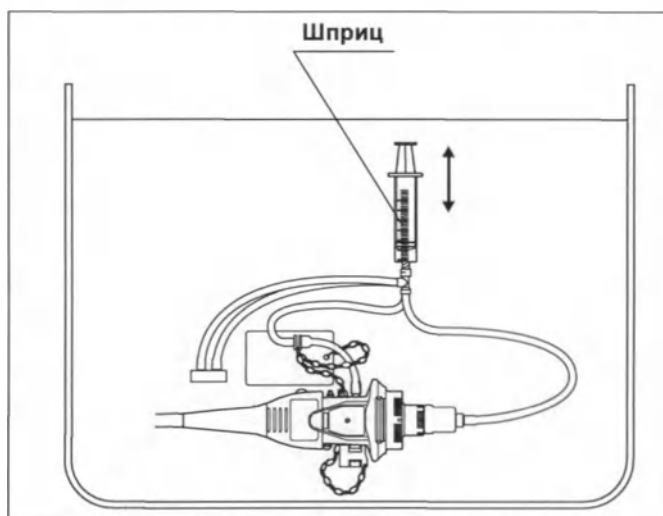

Рисунок 5.65
- 6 Полностью погрузив шприц в раствор дезинфицирующего средства, медленно оттяните поршень шприца, чтобы заполнить шприц раствором. Затем с усилием надавите на поршень, чтобы промыть канал подачи воздух/вода 90 мл раствора дезинфицирующего средства (т. е. прокачав содержимое шприца не менее трех раз). Убедитесь, что во время третьей промывки из дистального конца эндоскопа не выделяются пузырьки воздуха. (См. рис. 5.65)